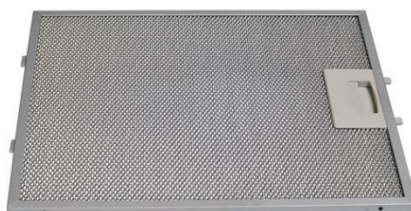

Рис. 2
2. Снимите алюминиевый жируулавливающий фильтр (рис. 2).
7. Установите жировулавливающий фильтр (рис. 2).